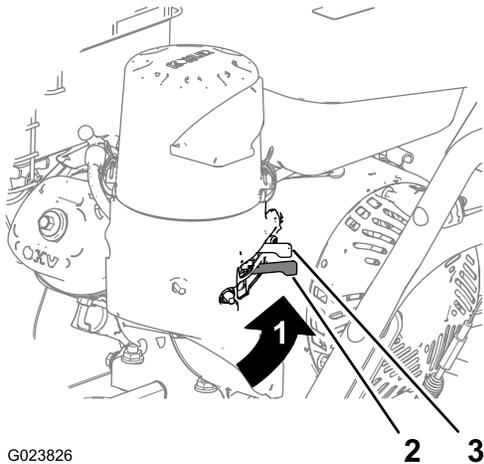

Figure 9
Déplacez le robinet d'arrivée de carburant, situé sous le starter, vers la droite pour ouvrir l'arrivée de carburant (Figure 9).
2. Sur le côté arrière gauche du moteur, déplacez la commande de starter à la position EN SERVICE. Si le moteur est chaud, laissez la commande de starter à la position HORS SERVICE (Figure 9).
5. Laissez chauffer le moteur quelques minutes, puis tournez la commande de starter vers la position HORS SERVICE (Figure 9).
- Le robinet d'arrivée de carburant vous permet de couper l'arrivée de carburant si vous ne prévoyez pas d'utiliser la machine pendant plusieurs jours, lorsqu'elle est rangée dans un local fermé et pendant son transport d'un lieu à un autre (Figure 9).